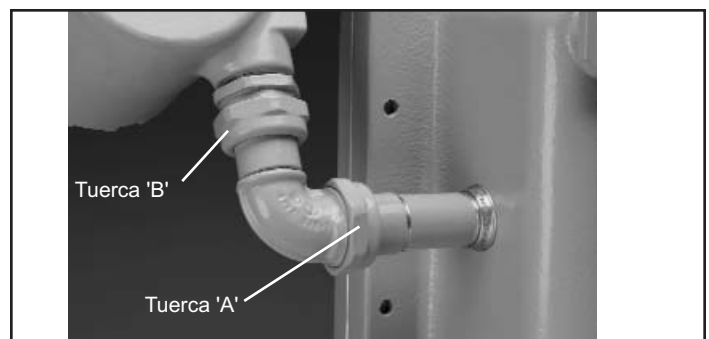

Figura 2. Accesorio de Iluminación EVLA
5. Ajuste la o las luces de emergencia EVLA12 según la dirección de iluminación deseada y fije la posición con una llave fija de 1-5/8" a 58 lb.-ft. de torque. Vea la Figura 2.